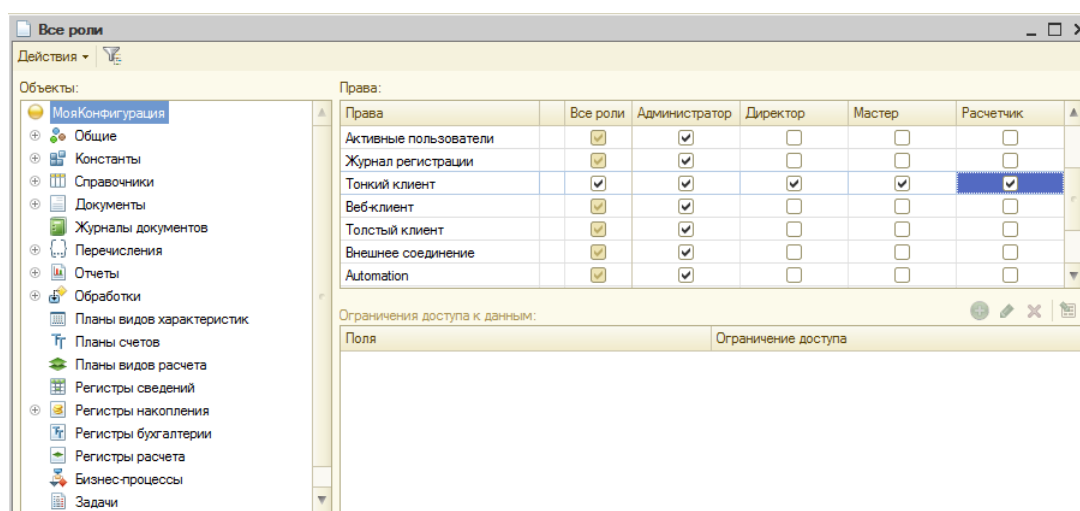

Рисунок 118 Настройка прав на запуск
24. Выделите самый первый узел и для всех ролей установите **Тонкий клиент** (рис. 118).